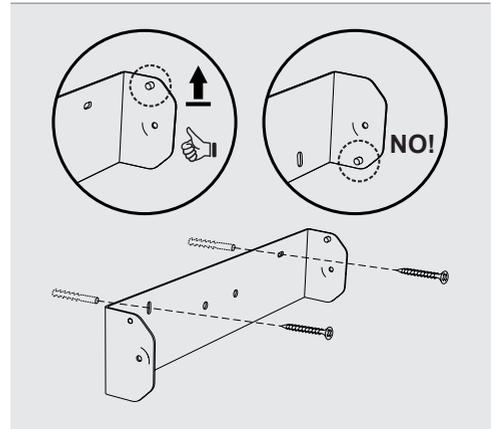

Abb.2d: Wandhalterung montieren
6. Setzen Sie nun die Wandhalterung auf die Löcher und montieren diese mit den 2 vorgesehenen Schrauben. Beachten Sie hierbei die Position des Stiftes. Siehe Abb. 2d.